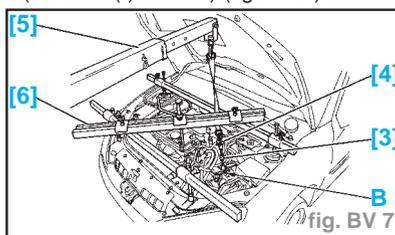

fig. BV 7
- le connecteur (10)
- les vis (11)
- la vis (12)
- Mettre en place les outils [3] (manilles) [4] (chaînes) [5] (grue d'atelier) et [6] (traverse (-).0009-Z) (fig. BV. 7).